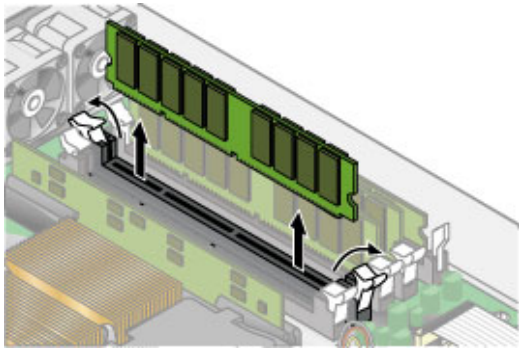

图 3-25 拆除内存模块
3. 按下内存模块插槽两端的弹出棒即可拆除内存模块（请参见图 3-25）。